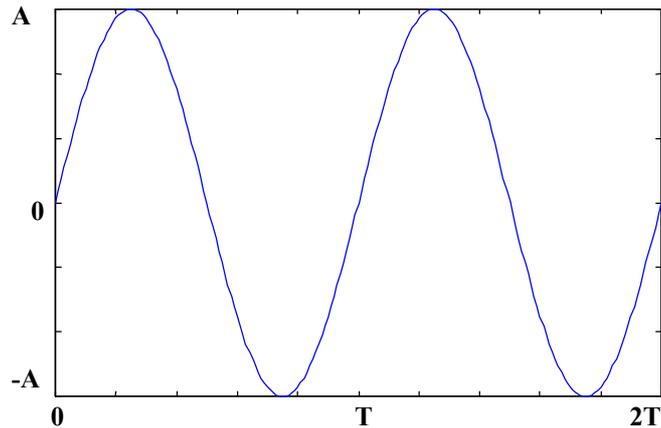

Fig. P4. Señal $f(t)$.
1.3.a. Se trata de una señal senoidal (del tipo de la que se representa en la figura P4).